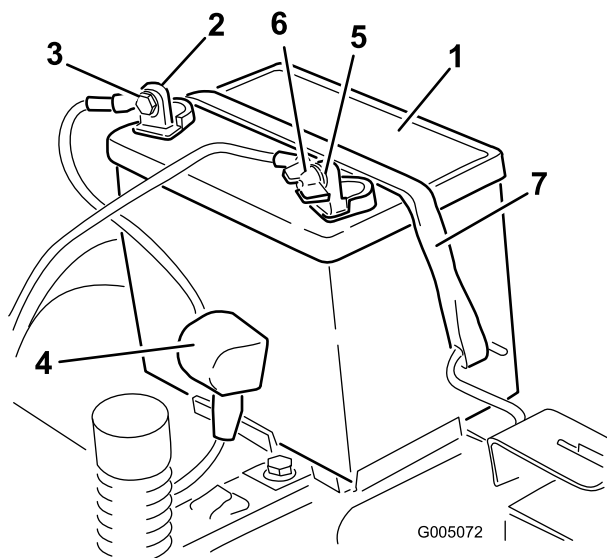

Figura 39
- Desligue o cabo negativo (preto) do pólo da bateria (Figura 39). Guarde todos os parafusos e porcas.
5. Deslize a cobertura de borracha para cobrir o cabo positivo (vermelho). Desligue o cabo positivo (vermelho) do pólo da bateria (Figura 39). Guarde todos os parafusos e porcas.
6. Retire o suporte da bateria (Figura 39) e levante a bateria para a retirar da respectiva plataforma.
1. Posicione a bateria no tabuleiro (Figura 39).
5. Prenda a bateria ao suporte (Figura 39).